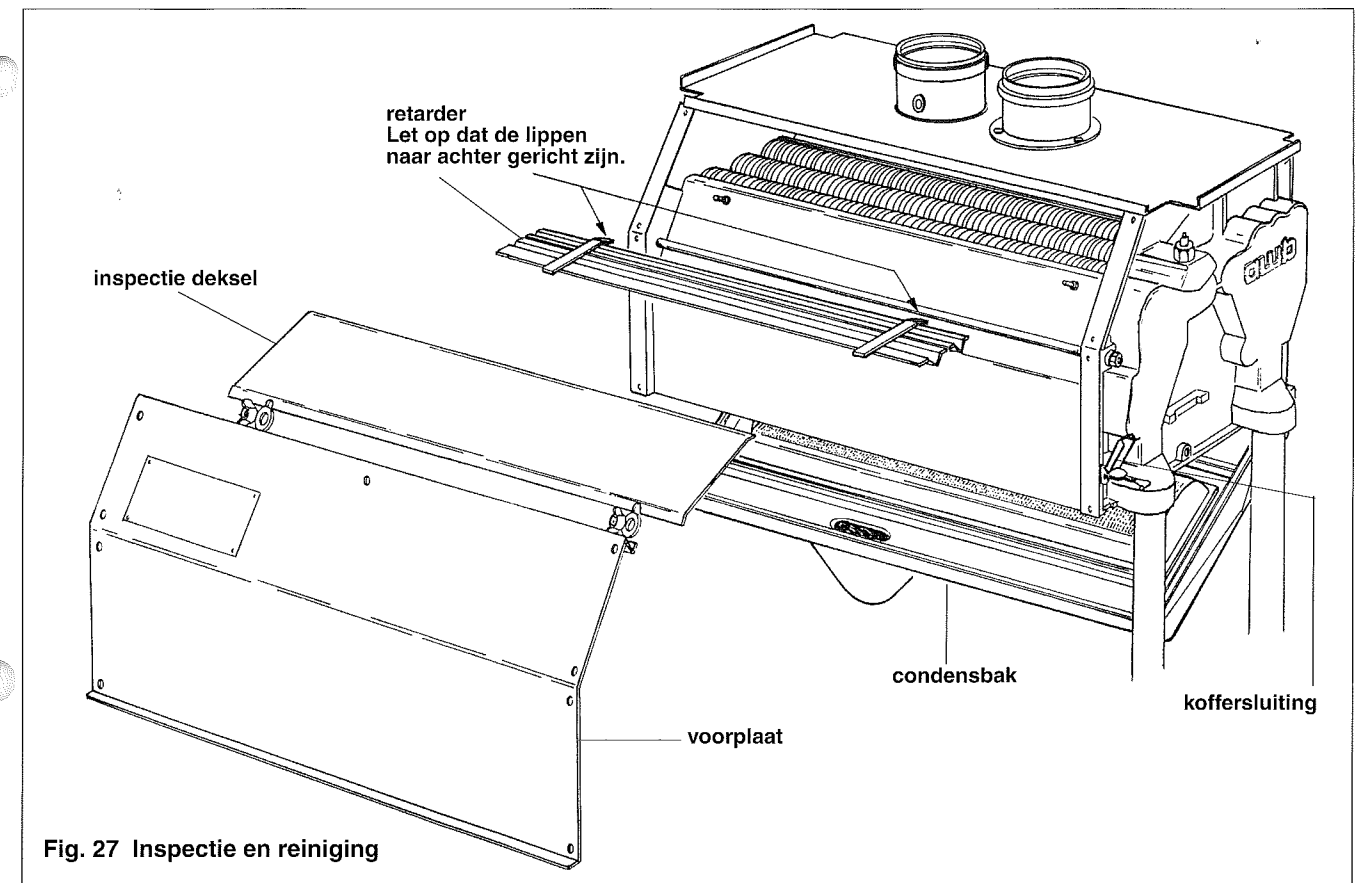

Fig. 27 Inspectie en reiniging
- Maak de koffersluitingen links en rechts los (zie fig. 27).
- Verwijder de condensbak (zie fig. 27).
- Hierna alles weer monteren. Let erop dat de retarder goed terug geplaatst wordt met de lippen naar achter gericht (fig. 27) Ketel in bedrijf stellen en drukverschil nogmaals meten.